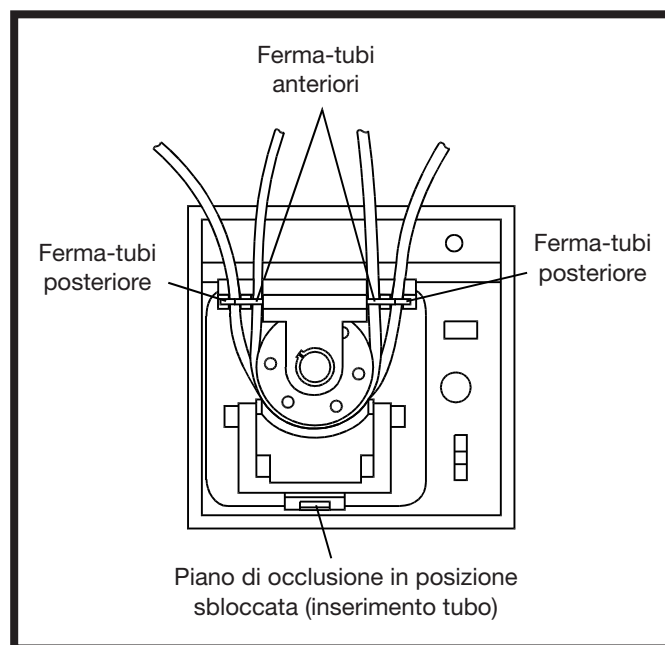

Figura 4. Piano di occlusione (piano pompa) in posizione sbloccata per l'inserimento del tubo
2. Premere il chiavistello del **piano di occlusione** (piano pompa), *Figura 4*, per liberare il piano dal rotore.